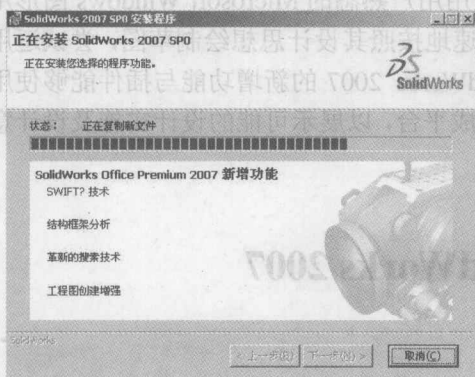

图 1-3 安装画面
(7) 单击“下一步”按钮,选择是否安装 Windows Desktop Search。
(8) 单击“下一步”按钮,选择是否参与客户经验反馈计划。
(9) 单击“下一步”按钮,安装向导做好安装准备。单击“安装”按钮,则程序开始安装。如图 1-3 所示。